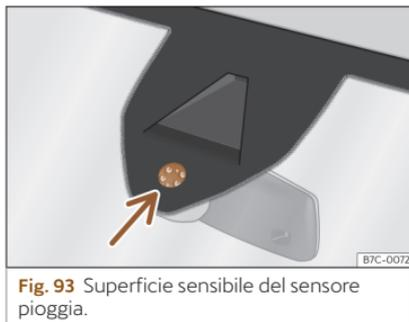

Fig. 93 Superficie sensibile del sensore pioggia.
Di seguito sono riportate alcune delle possibili cause di anomalia e di interpretazione scorretta *nella zona della superficie sensibile* >>> **fig. 93** del sensore pioggia:
- Pulire regolarmente la superficie sensibile del sensore pioggia»» fig. 93 (freccia) e verificare la presenza di eventuali danni sulle spazzole.